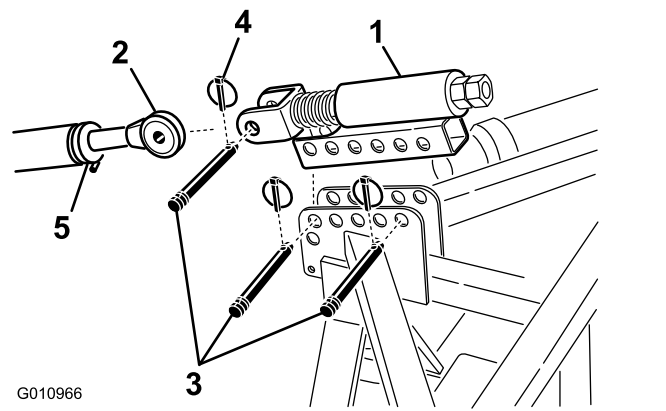

图9
1. 使用 2 个连杆销和保险销将弹簧加载顶部连杆安装到打孔机支架上图9。
2. 拧松主机上连杆上的锁紧螺母。调节上连杆的长度直至其与打孔机弹簧加载顶部连杆上的柱销对齐图9。
3. 将主机上连杆连接到弹簧加载顶部连杆上的柱销并用连杆销和保险销将其固定图9。